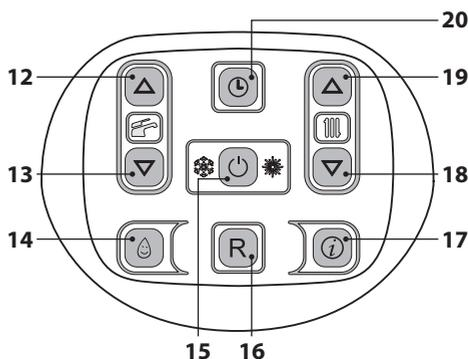
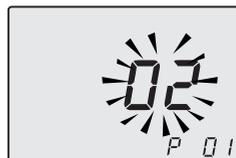
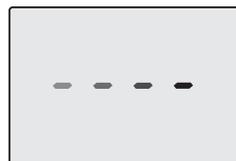

Figura 7.2
Figura 7.3
Figura 7.9
- Entrare in "modalità programmazione" premendo contemporaneamente per 10 secondi i tasti 15 - 18 - 19 (Figura 7.2) fino a far apparire sul display LCD le lettere **P01** e il valore del parametro, indicanti l'entrata nel "parametro 01" (Figura 7.3).
19 (Figura 7.2) per entrare nella funzione "spazzacamino attivo alla potenza minima in sanitario". Sul display appare **LP** alternato alla temperatura dello scambiatore primario caldaia (Figura 7.4).
- Premere il tasto 19 (Figura 7.2) per entrare in modalità "spazzacamino alla potenza minima in riscaldamento". Sul display appare **hP** alternato alla temperatura dello scambiatore primario (Figura 7.5).
- Utilizzare i tasti 18 o 19 (Figura 7.2) fino a portarsi allo stato **dP** (spazzacamino attivo in massimo sanitario) sul display appare **dP** alternato alla temperatura dello scambiatore primario caldaia (Figura 7.7).
- Premere il tasto 18 (Figura 7.2) fino a portarsi allo stato LP (spazzacamino attivo in minimo sanitario) sul display appare LP alternato alla temperatura dello scambiatore primario caldaia. (Figura 7.8).
- Spegnerla caldaia tenendo premuto per 2 secondi il tasto 15 (Figura 7.2) fino a far apparire sul display LCD il simbolo - - - - (Figura 7.9).